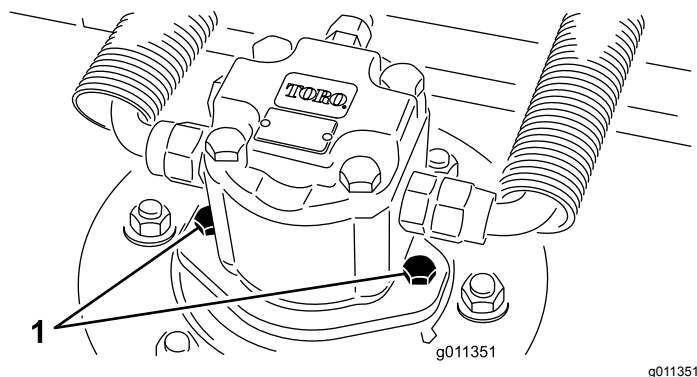

図 59
2. カッティングユニットから油圧モータを外す図 59。異物につかないように、スピンドル上部にはカバーを掛けておく。
4. デッキに油圧モータを取り付ける図 59。Oリングを忘れずに、また、損傷させないように注意して取り付ける。